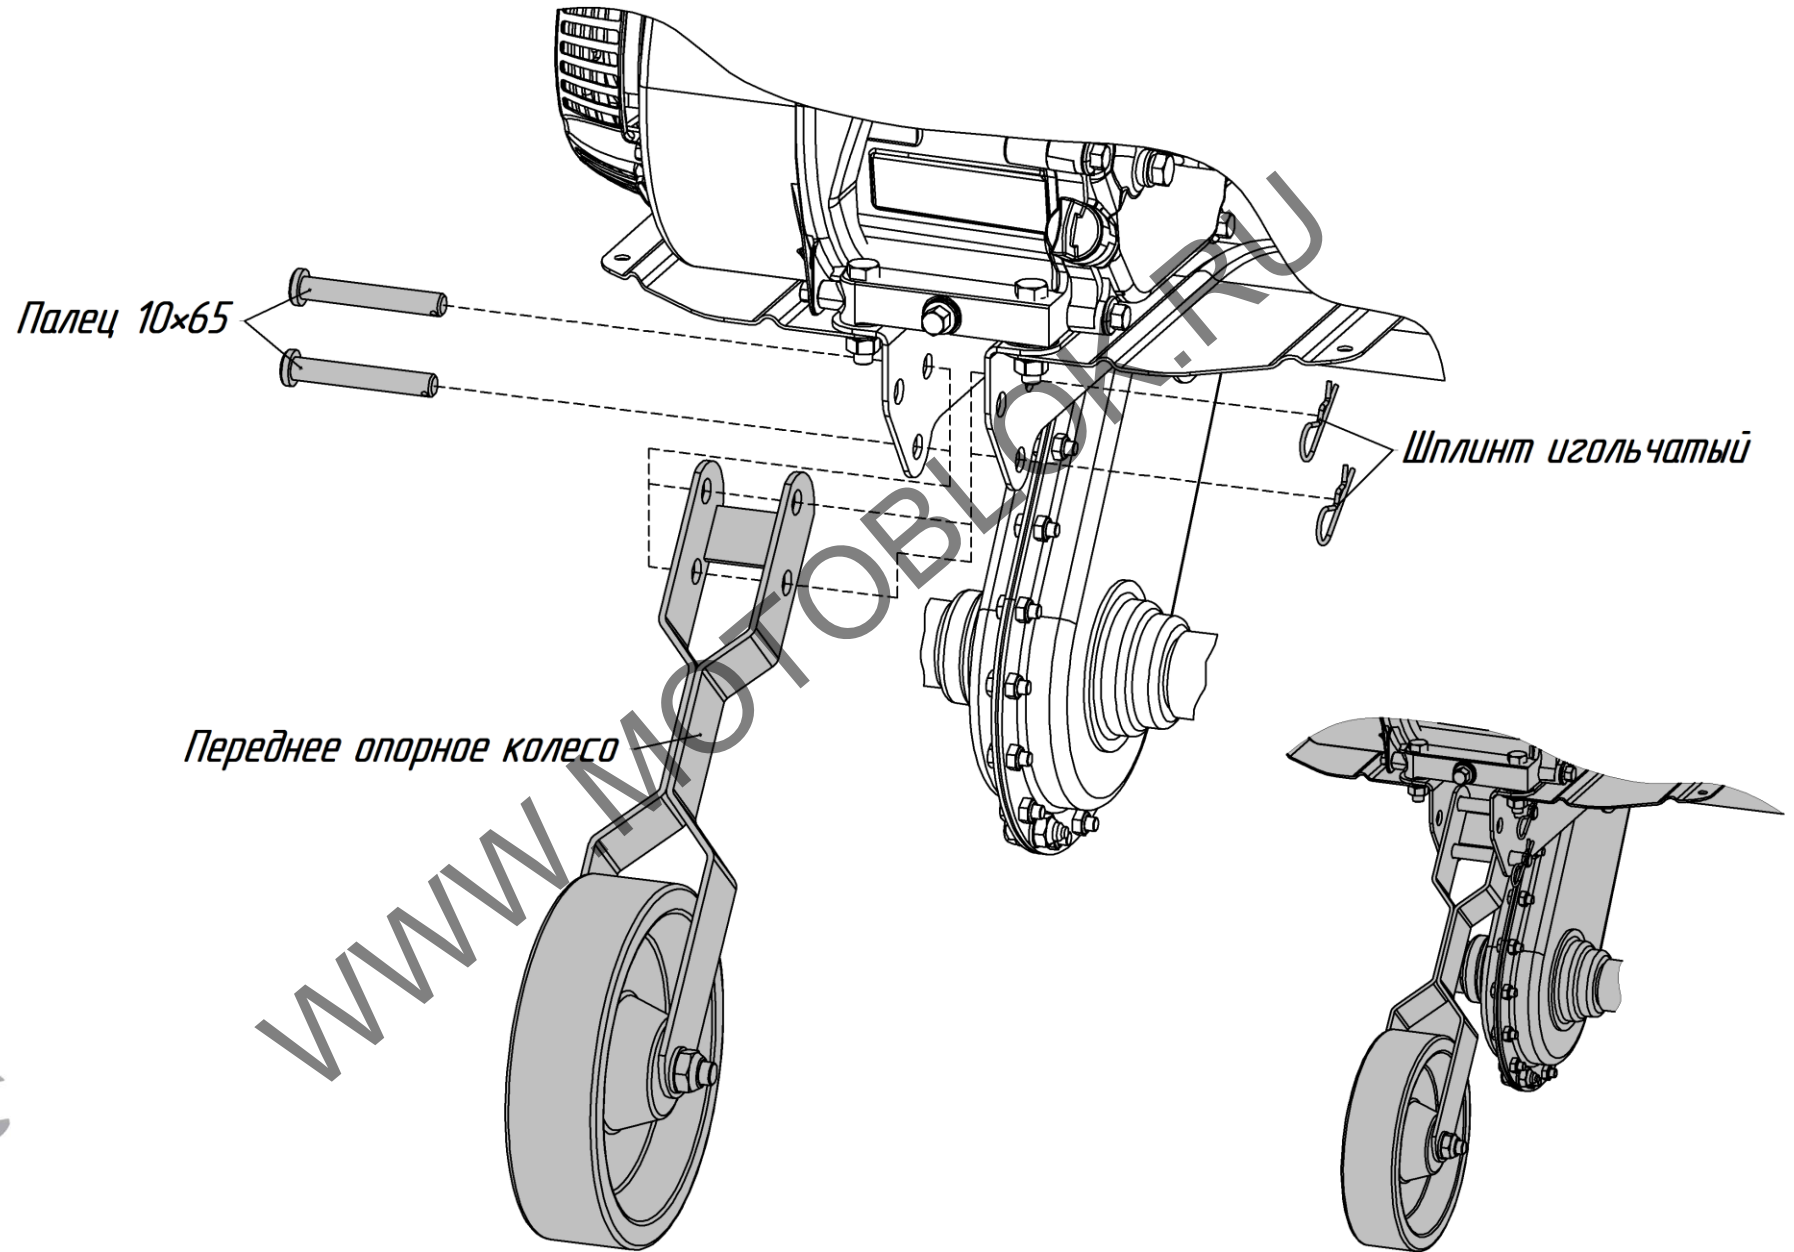

Рис.2 Установка переднего опорного колеса на мотокультиватор
2. Установить переднее опорное колесо на мотокультиватор согласно рис.2.